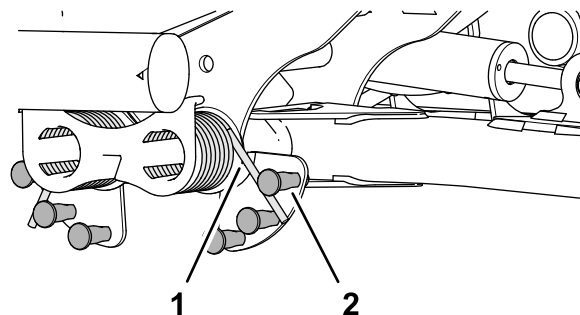

Рисунок 84
2. Вставьте длинный конец уравнивающей пружины в трубу или аналогичный предмет и поверните пружину вокруг шпильки с буртиком в нужное положение (Рисунок 84).